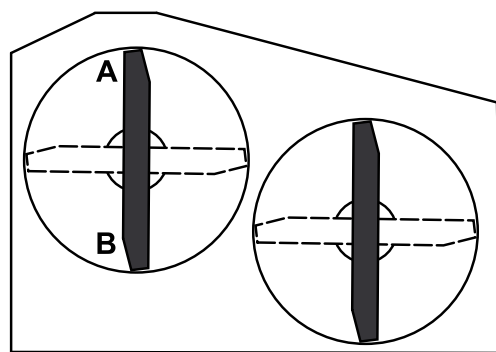

Рисунок 58
2. Расположите один нож в продольном направлении. Измерьте высоту в точках **A** и **B** от горизонтальной поверхности до режущей кромки на конце ножа (Рисунок 58).